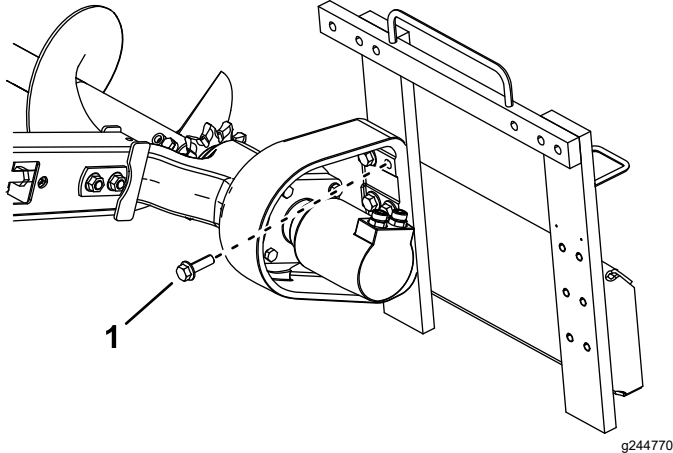

Figura 8
- Fije el cabezal al bastidor con los 6 pernos que retiró anteriormente (Figura 8).